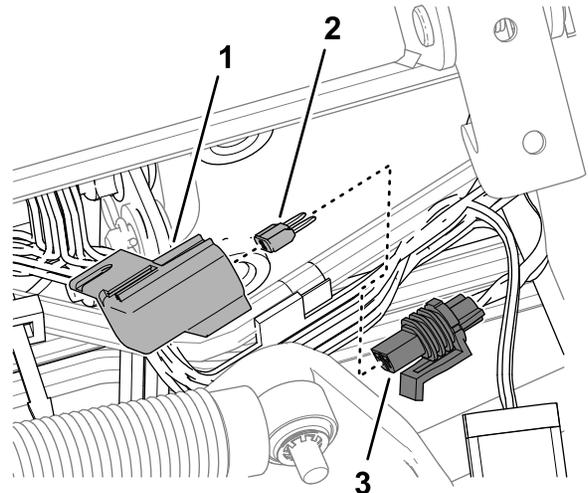

Figure 98
3. Déposez le capuchon du porte-fusibles en ligne étiqueté 10 A FUSE TELEMATIC PWR (Figure 98).